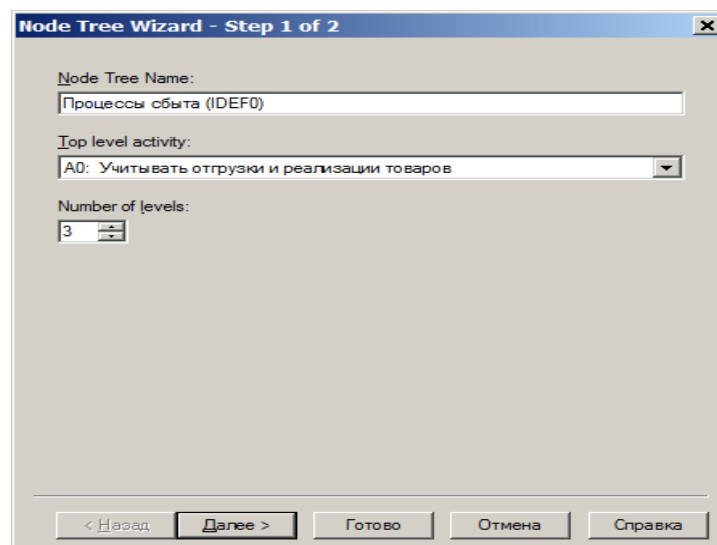

Рис. 29. Первое окно помощника построения диаграммы дерева узлов
5. В первом диалоге гида *Node Tree Wizard* (рис. 29) внесите имя диаграммы (*Node Tree Name*) «Процессы сбыта (*IDEF0*)», укажите в качестве диаграммы корня дерева (*Top level activity*) контекстную диаграмму и количество уровней (*Number of levels*) – 3.